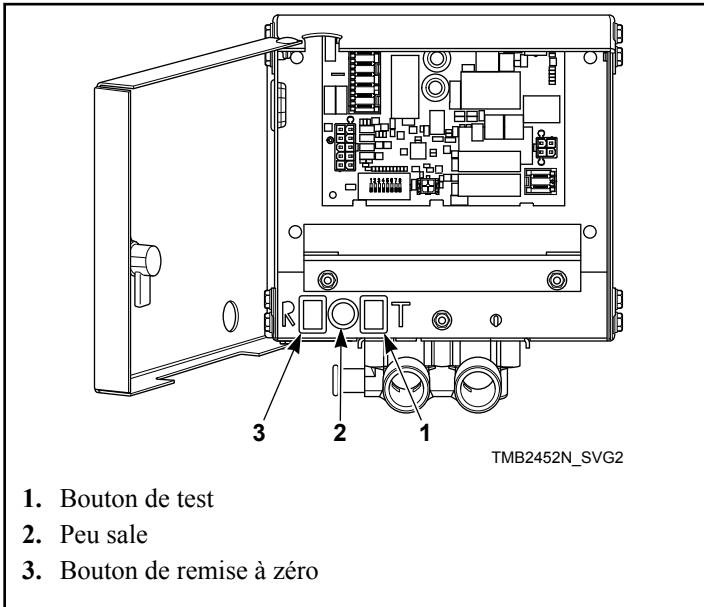
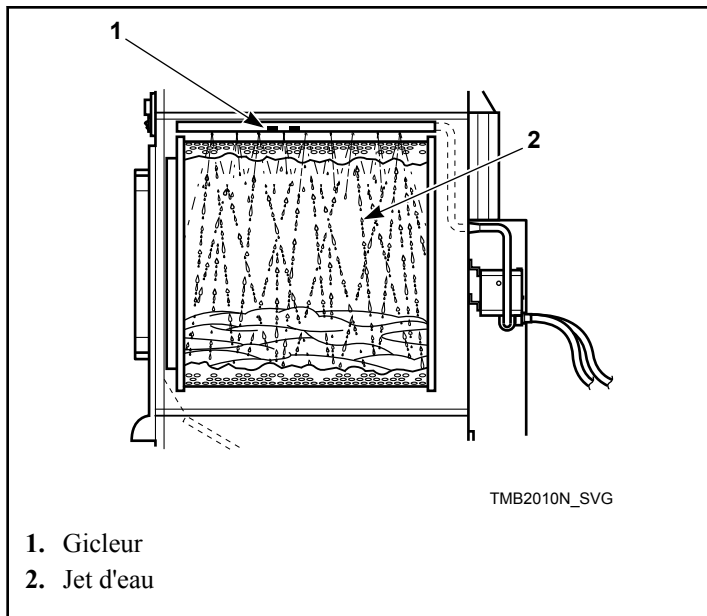

Figure 7
Figure 8
6. Presser et tenir le bouton de test et vérifier que la lumière s'allume ; ceci devrait prendre environ cinq secondes. Se reporter à la *Figure 7*. Après une seconde, le gicleur devrait produire un jet d'eau à l'intérieur du tambour.
7. Après 15 secondes, presser et tenir le bouton remise à zéro, jusqu'à ce que le jet cesse et la lumière s'éteint. Ceci devrait prendre environ une seconde. Se reporter à la *Figure 7* et à la *Figure 8*.